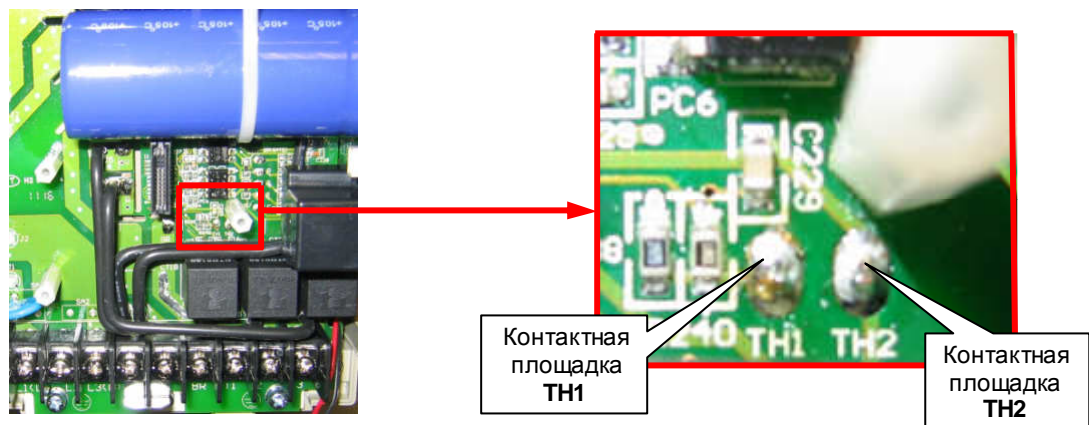

Рис.4.10. Проверка термистора матрицы.
4.7.11. Проверить исправность термистора матрицы. Демонтировать плату питания в соответствии с п.6.7. Установить мультиметр в режим измерения сопротивления на пределе 200 кОм. Измерить сопротивление цепи на плате драйверов между контактами площадками, обозначенными TH1 и TH2, как показано на рис. 4.10. Сопротивление должно быть в пределах от 4,5 до 5,5 кОм.